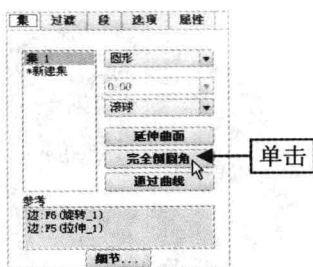

图 6-74 单击“完全倒圆角”按钮
Step 03 单击“集”按钮，弹出“集”下滑面板，单击“完全倒圆角”按钮，如图 6-74 所示。